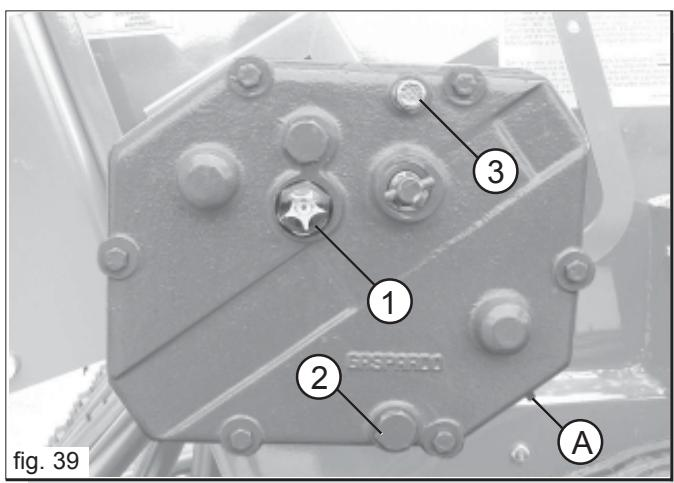

fig. 39
Está taxativamente prohibido actuar sobre el tornillo (A Fig. 39) durante las operaciones de regulación y mantenimiento del cambio: esto causaría la pérdida de calibración del mismo con efectos negativos en la distribución.
- Verificar el nivel del aceite en la caja del cambio, eventualmente restablecerlo hasta alcanzar el nivel (1 Fig. 39); al efectuar el restablecimiento, tener cuidado de utilizar el mismo tipo de aceite (SAE 80W/90).
- Tapón de desague del aceite, 2 Fig. 39;
- Tapón de carga del aceite, 3 Fig. 39.